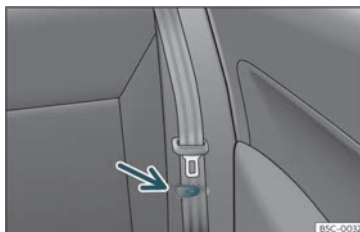

Fig. 101 Seient posterior: pinça per a subjectar el cinturó de seguretat.
- Poseu els cinturons de seguretat a la pinça del revestiment»» **fig. 101**.